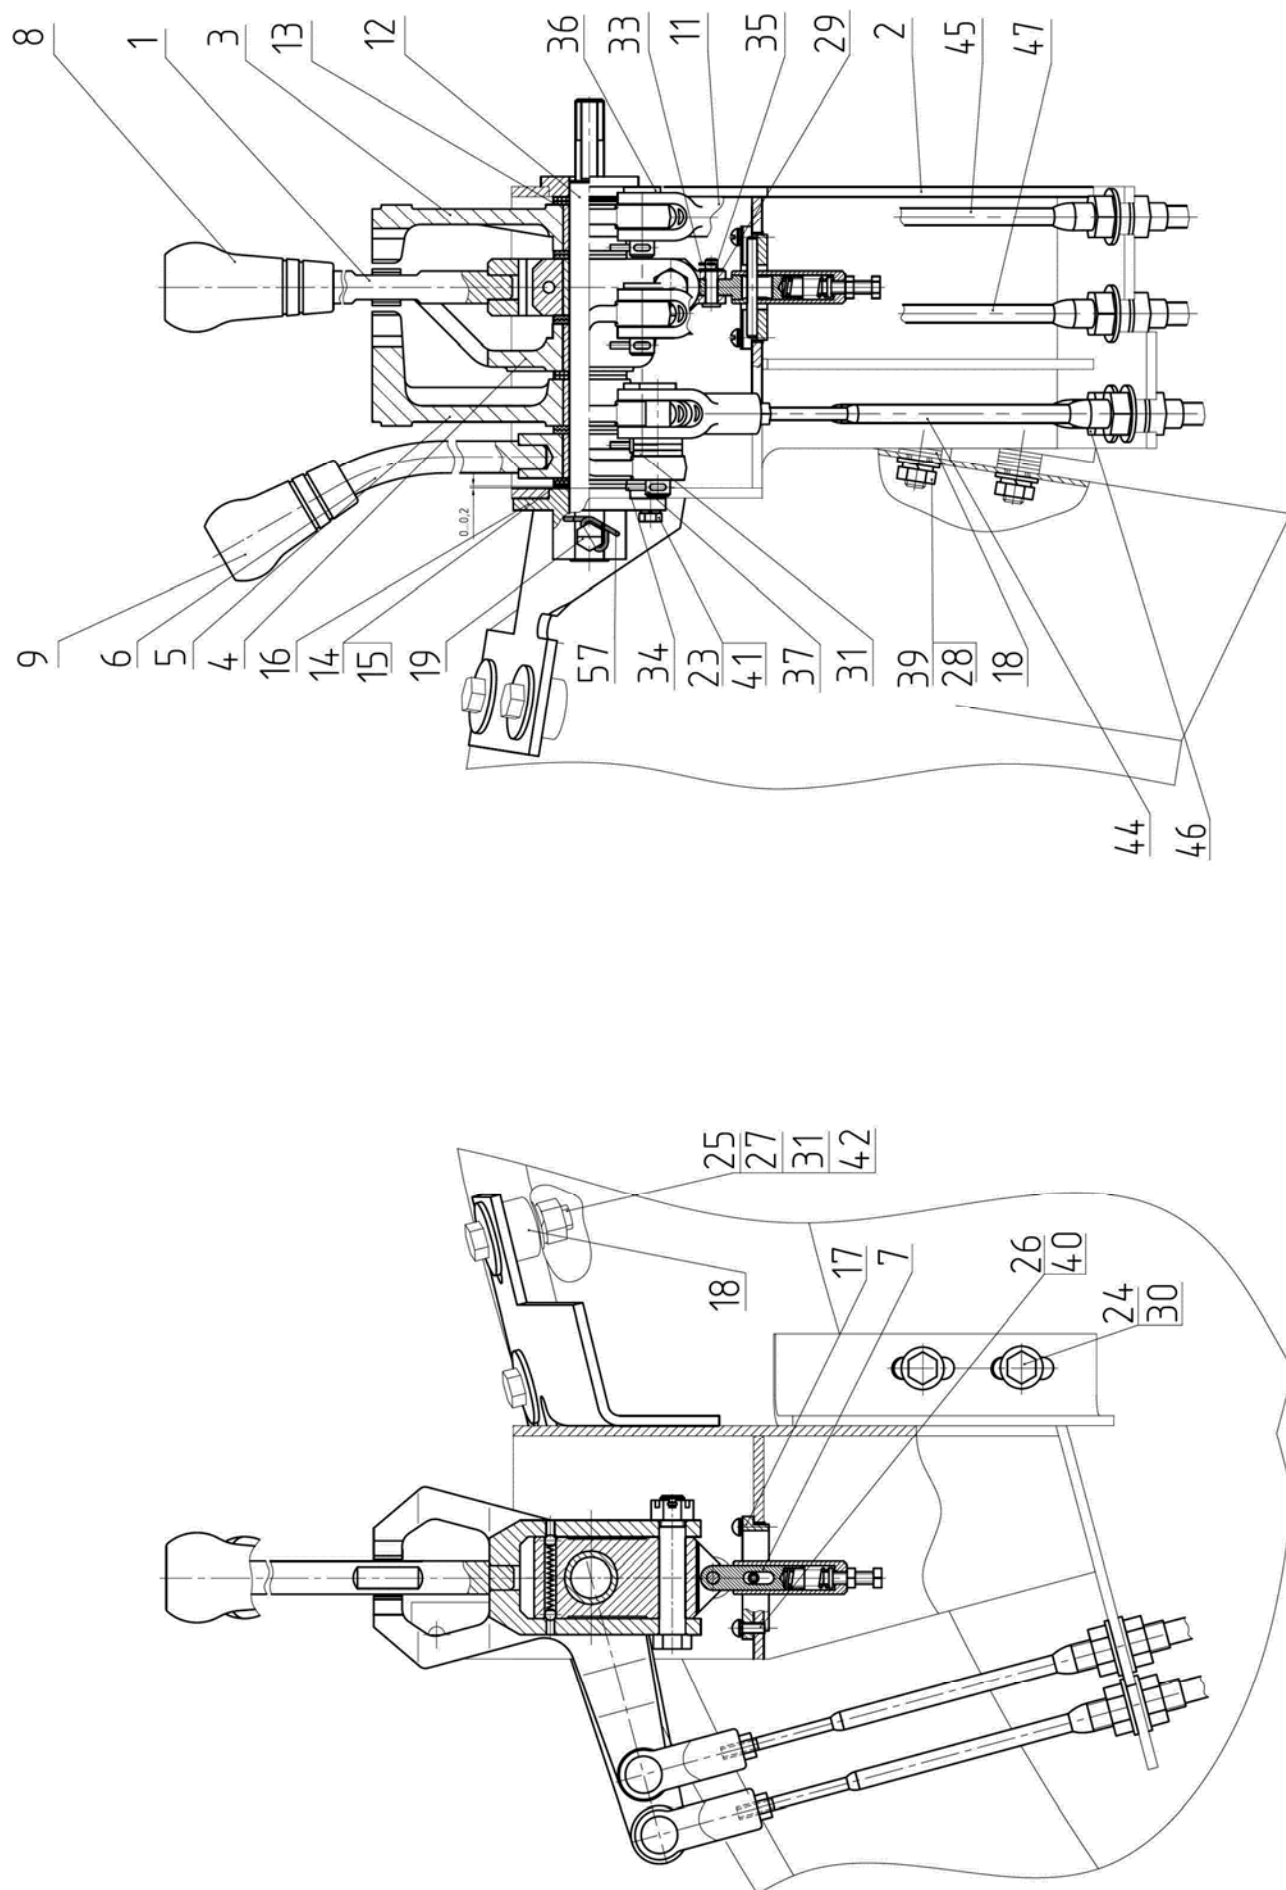
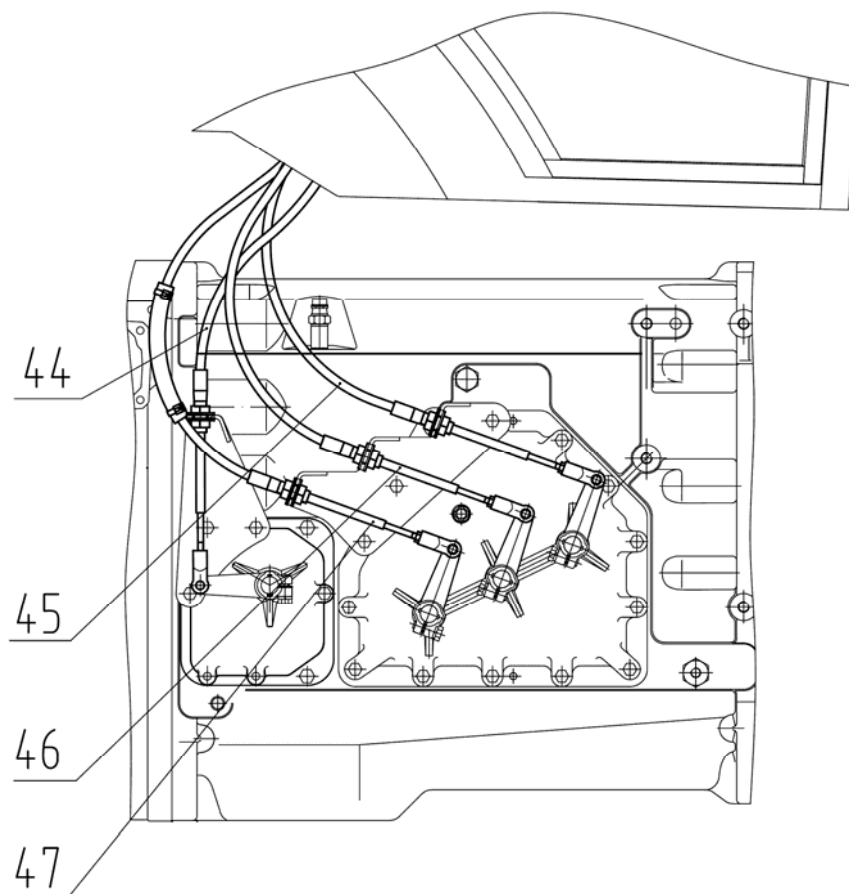

Рис.4.44. Механизм управления коробкой передач.
Рис.4.47 Крепление тросов.
Механизм управления выполнен в виде отдельного узла и устанавливается в кабине на правой нише. Конструкция состоит из сварного корпуса (2), (рисунок 4.44), в отверстиях которого на оси (12) через шайбы (13) смонтирован пакет рычагов (1), (3), (4), (5), (6). Для устранения зазора между корпусом и пакетом рычагов устанавливается необходимое количество компенсационных шайб (14), (15). Ось (12) фиксируется от перемещений с помощью втулки (16) и специального болта (19), входящего в отверстие на оси и законтренного проволокой (57). Рычаг (1) имеет три фиксированные позиции в поперечном направлении и вращается на оси (12).
К рычагу (1), (рисунок 4.44), присоединен посредством пальца (35) и шплинта (33), толкатель (7), опирающийся на корпус (2) через опору (17).
К рычагам (3), (4), (5), (6), (рисунок 4.44), посредством вилок (11) и пальцев (36), (37) подсоединены троса дистанционного управления диапазонами и ходоуменьшителем (44), (45), (46), (47), (рисунок 4.47), которые нижними концами подсоединены к рычагам на коробке передач.
3) отсоедините нижние концы тросов дистанционного управления от рычагов коробки передач, демонтировав соединительные пальцы и ослабив гайки крепления тросов, (рисунок 4.47);
4) демонтируйте механизм управления с ниши кабины, отвернув гайки (25), (28), (рисунок 4.44).
1) отсоедините троса, для чего демонтируйте пальцы (36), (37), (рисунок 4.44), и ослабьте гайки крепления;
2) отсоедините и снимите толкатель (7), (рисунок 4.44), для чего демонтируйте палец (35);
3) освободите от фиксирующей проволоки (57), (рисунок 4.44), и отверните болт (19);
4) сдвиньте ось (12), (рисунок 4.44), в поперечном направлении и демонтируйте пакет рычагов и шайб;